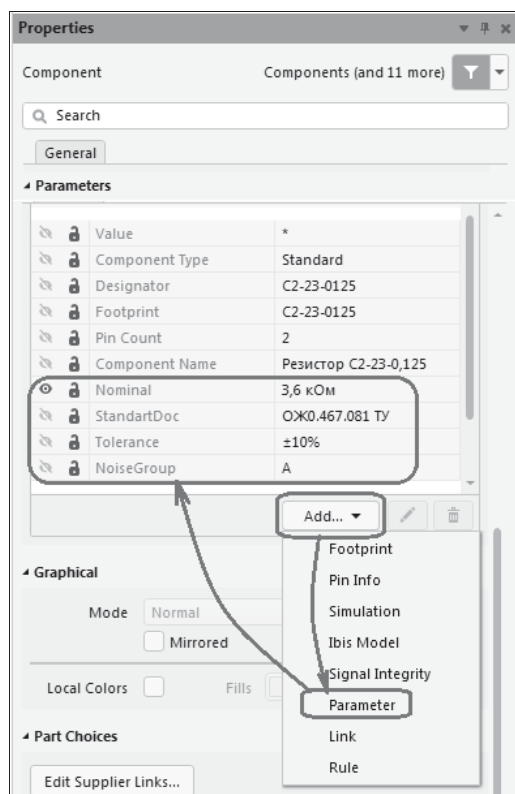

Рис. 7.26. Редактирование параметров группы компонентов
5. В секции **Parameters** (рис. 7.26) щелчком на значке ▼ у кнопки **Add** (Добавить) раскрыть список объектов, которые можно добавить к свойствам группы компонентов и выбрать объект **Parameter** — в списке параметров откроется новая пустая строка. Ввести имя параметра — например, документа на применение **StandartDoc** (это имя преопределено правилами формирования текстовых документов по ЕСКД средствами программного расширения GOSTBOM2) и значение нового параметра — обозначение документа на применение резисторов типа C2-23 ОЖ0.467.081 ТУ. Клавишей <Enter> завершить назначение нового параметра.